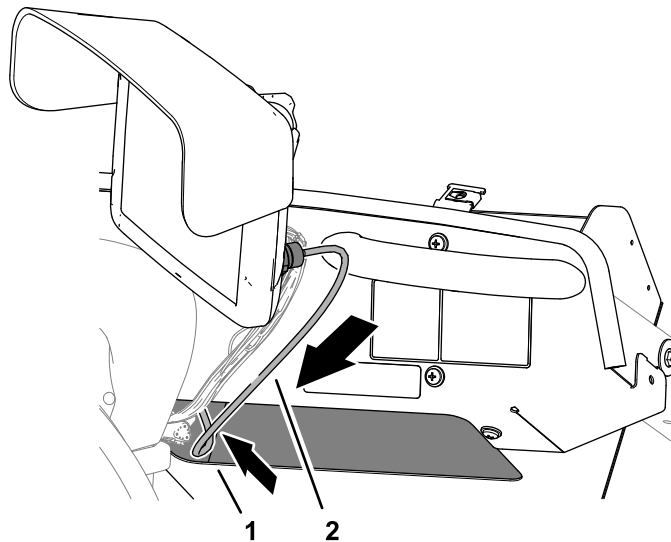

Figura 159
1. Enrute el cable de datos del módem por el compartimento de almacenamiento (Figura 159).